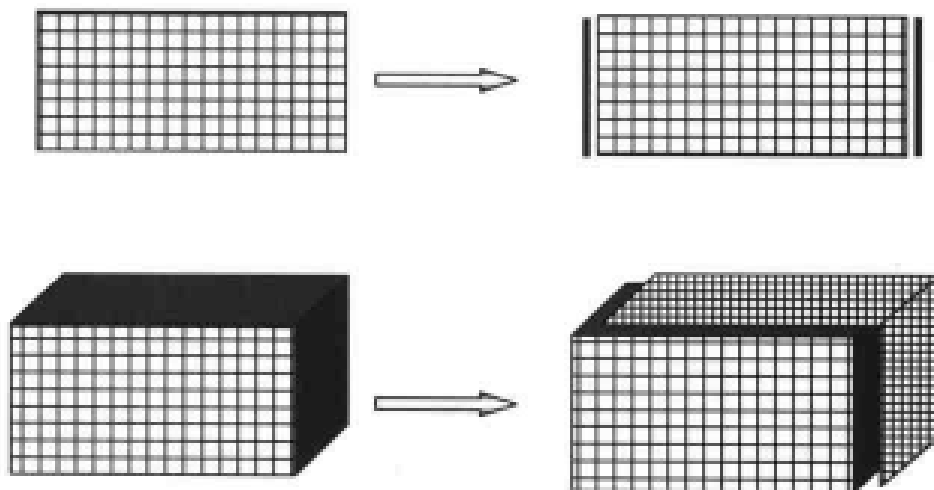

图 5-4 在模型上覆盖新的单元
- 在 2D 实体模型的边上覆盖 LINK32 单元, 在 3D 实体模型的表面覆盖 SHELL57 单元, 如图 5-4 所示。